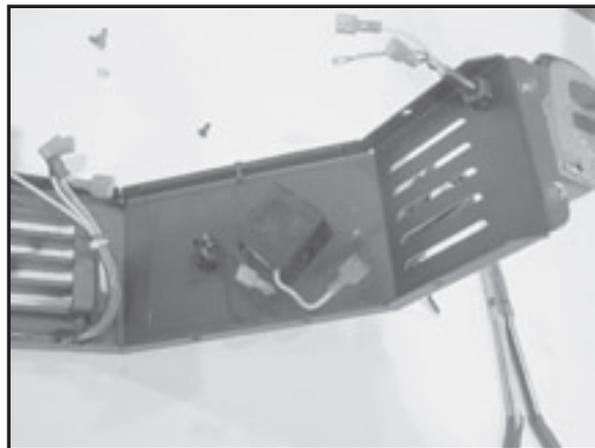

Figure 19.2
3. Réglez l'adaptateur de dévoiement à la distance désirée. Percez des trous à travers la chambre inférieure comme il est indiqué sur la **Figure 19.2** en utilisant la mèche n° 26.
3. Déconnectez les fils de l'interrupteur, du rhéostat et du cordon d'alimentation (**Figure 19.2**).